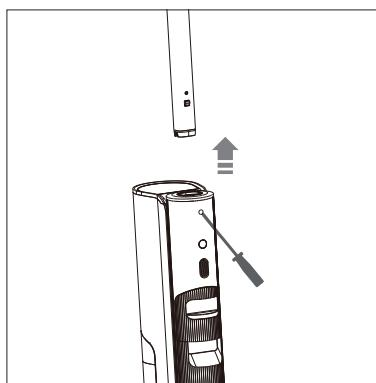

Abb. 20 – Griff entfernen
- ▶ Drücken Sie mit einem geeigneten Werkzeug (z. B. ein Schraubendreher) in die kleine Öffnung unterhalb des Griffes und ziehen Sie den Griff nach oben heraus (**siehe Abb. 20**).